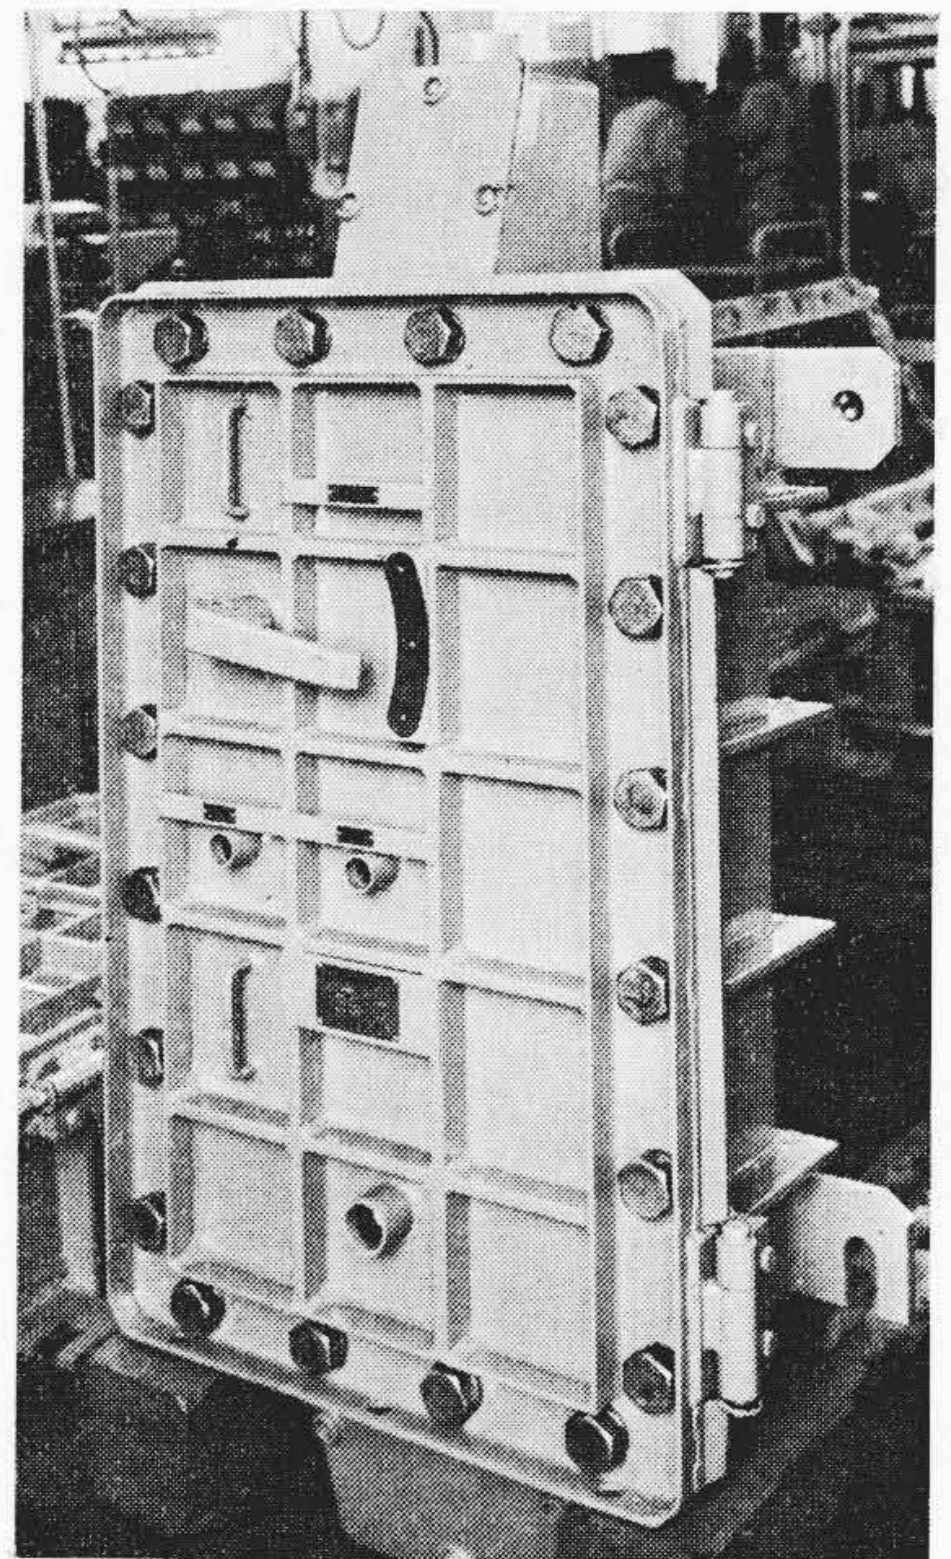
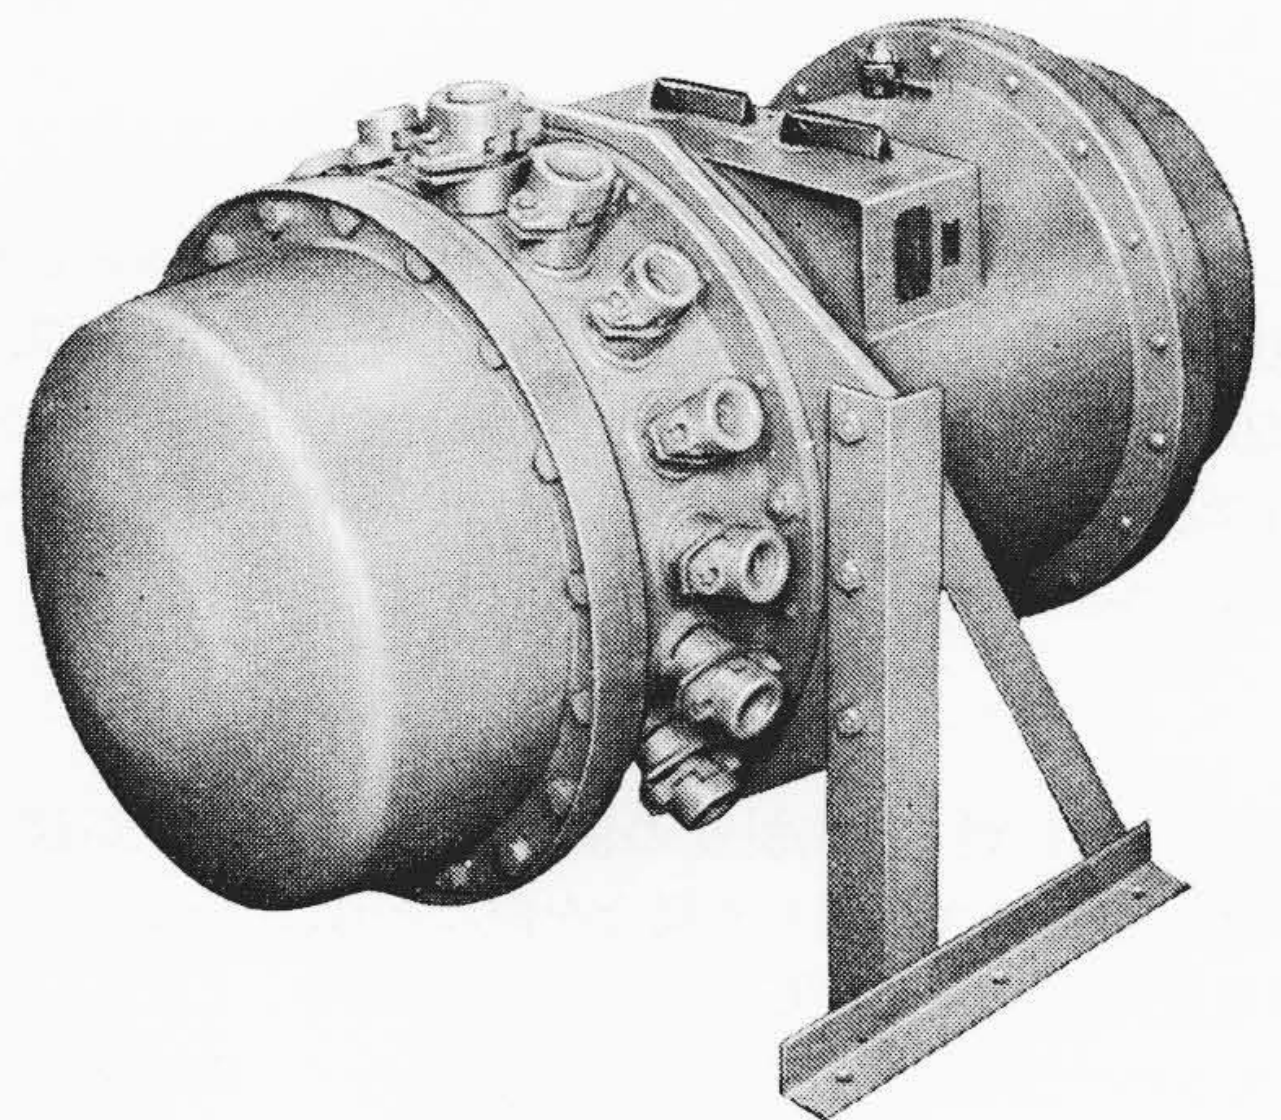

図1 従来の耐圧防爆形制御箱 (S 2965)
図2 円筒式耐圧防爆形制御箱 (P 697)
(1) 取付板を中心に上下2室に区分し、上部に接触器などの器具を取り付けるわくを設けキュービクル形と同様に器具を収納した制御部とし、下部に端子台を収納する端子箱としており、いずれも露出状態で配線作業が行なえる。
(2) 次に円筒を上・下より取り付け上部円筒には図2に示すように、ヒューズフリー遮断器の外部操作ハンドル、表示灯などの操作表示器具を取り付け、下部円筒にはベルマウスを放射状に取り付ける。この状態で保守点検、外部配線のつなぎ込みができる。
図 1 は日立ファミリーボイラ BO-210 形の外観、図 2 はその構造図である。BO-210 形は BO-170 形と同様の単一煙管式熱交換器とポット形バーナ装置とを組み合わせたものである。熱交換器の内面には、グラスライニングを施し、それ自身が貯湯タンクになっており、内容積が大きいので一時に多量のお湯を供給でき、しかも衛生的である。またバーナ装置は、燃焼を制御する制御機構を一つにまとめたユニットにしてある。ボイラ前面には操作パネルがあり、電源スイッチ、表示灯、温度調節つまみ、のぞき窓をまとめてある。さらに BO-210 形には遠隔操作のスイッチ接続部がありボイラの遠隔操作もできる。